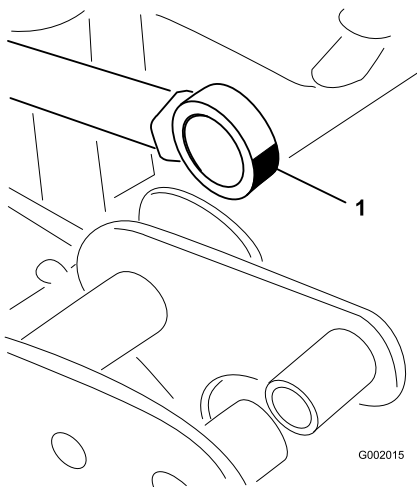

図 65
5. アクチュエータロッドのベアリング端部を動かしながらベアリング内部にグリスを注入する 図 65。